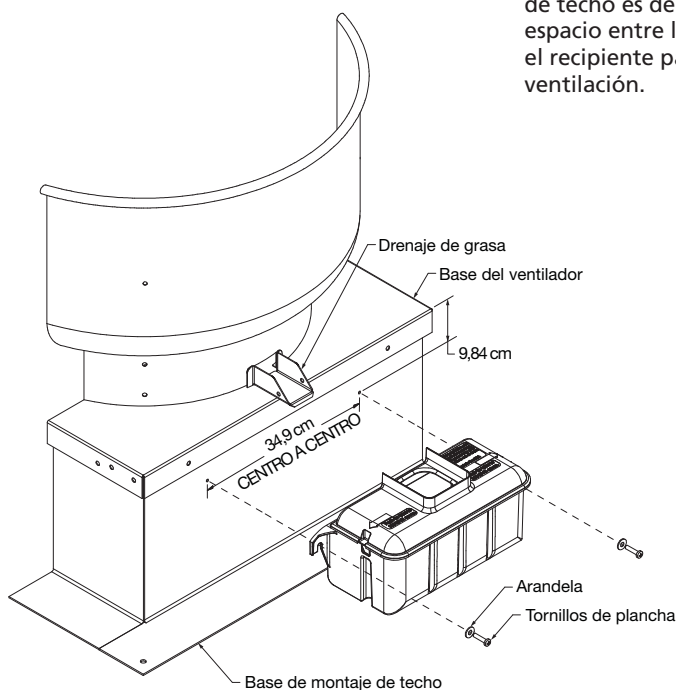

Figura 1 — Instalación en la base de montaje de techo
4. Acople el recipiente con los dos tornillos de plancha y las arandelas planas que se proporcionan. Consulte la Figura 1. Si la base de montaje de techo es de tipo ventilada, deje espacio entre la cabeza del tornillo y el recipiente para las proyecciones de ventilación.